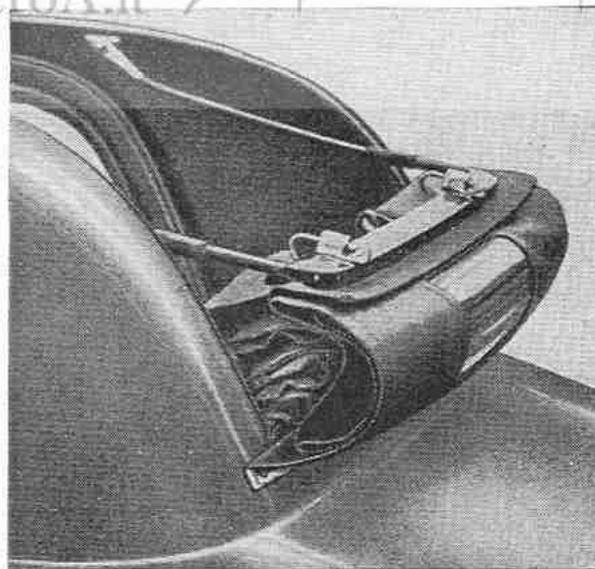

Fig. 57. - 3a Operazione.
- Ripiegare ancora la tela, inserendone il nuovo lato piegato sotto la prima traversina e bloccarla in questa posizione mediante l'apposita cinghia (fig. 57), che sarà tirata al massimo al fine d'impedire alla tela stessa qualsiasi movimento durante la corsa della vettura.